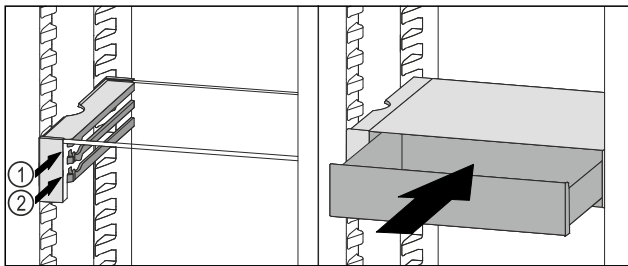

Fig. 97
- ▶ 将 VarioSafe 抽屉放置在所需肋梁 Fig. 97 (1) 或 Fig. 97 (2) 上的止动器后面。